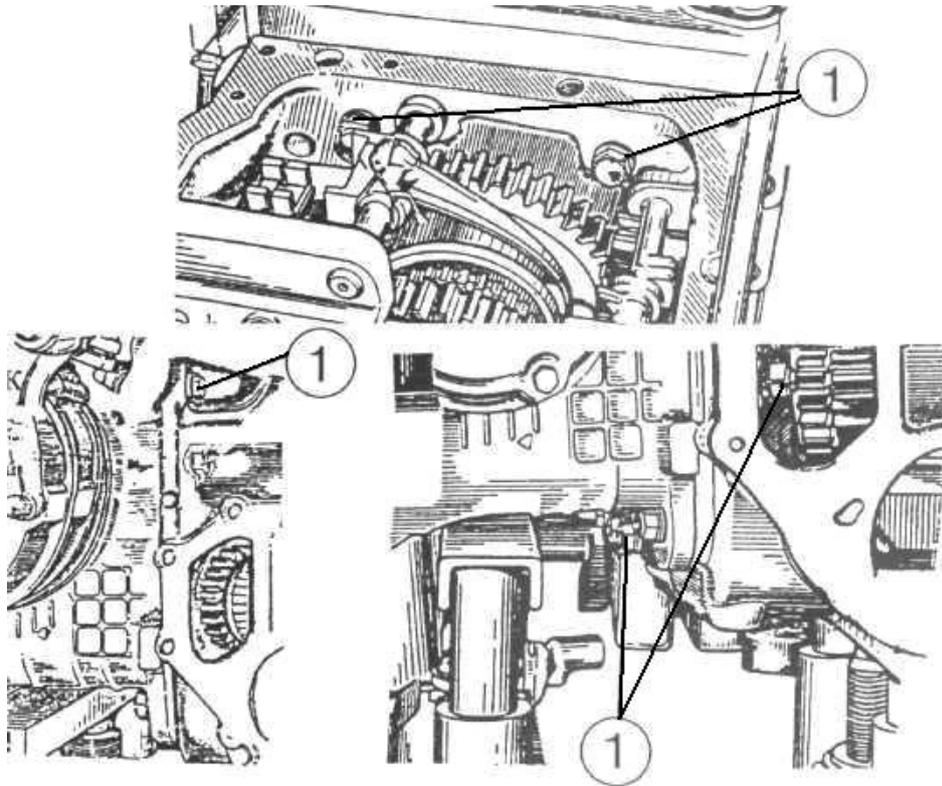

Рисунок 4.26
3) отверните болты (1) (рисунок 4.26) и гайки крепления коробки передач к корпусу заднего моста и корпусу муфты сцепления. Отсоедините КПП от корпуса сцепления и заднего моста.